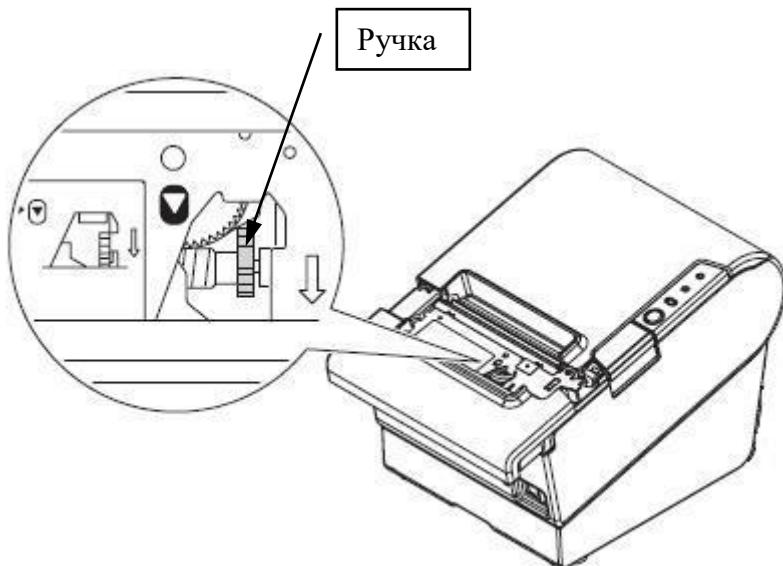

Рисунок 14 – Настроювання нормального положення леза обрізувача.
- прокрутити круглу ручку до тих пір, поки в оглядовому вікні не з'явиться трикутник. Це положення ручки відповідає нормальному положенню леза обрізувача. Поряд з обрізувачем закріплено ярлик з допоміжною інструкцією (рисунок 14);